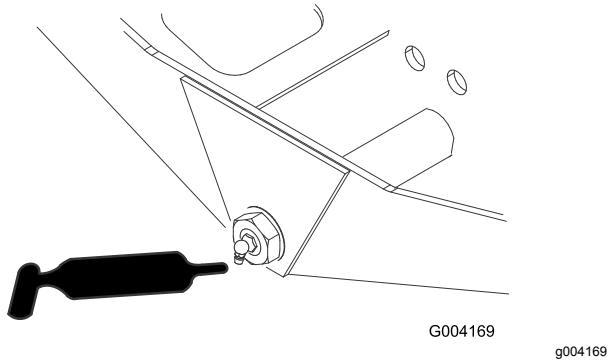

Рисунок 66
- Ось поворота моста (1 шт.) (Рисунок 66)